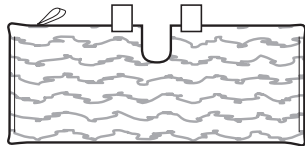

fig. 14
**NE NETTOYEZ JAMAIS LES TAMPONS AVEC UN JAVELLISANT, UN DÉTERGENT EN POUDRE OU UN ASSOUPLEISSANT À TISSUS,** car ces produits pourraient endommager les tampons ou y laisser des dépôts réduisant l'efficacité nettoyante et le pouvoir absorbant. Les Tampon Dirt Grip doivent être séchés sur la corde à linge ou les sécher à la machine à basse température, ce qui prolongera la durée de vie du tissu en microfibre (**fig. 14**).